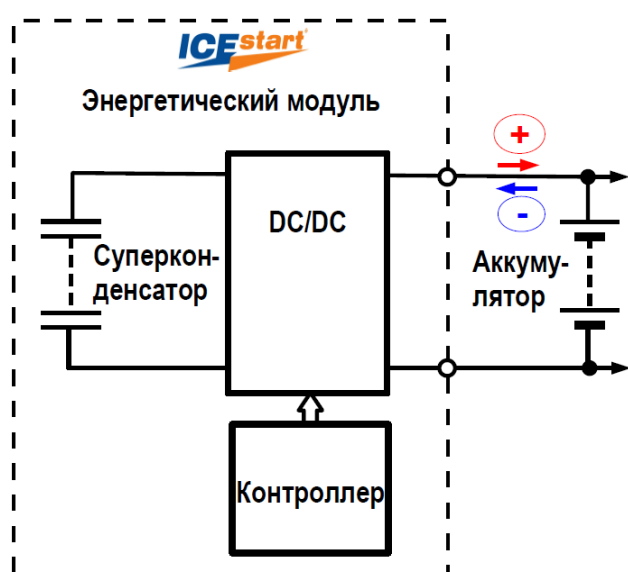

Рис. 1 Блок-схема
Модуль (рис. 1) содержит суперконденсатор, DC/DC преобразователь и контроллер. Суперконденсатор служит для накопления электрической энергии, в отличие от аккумулятора обеспечивает более высокую мощность при меньшем весе и объеме.
- Во время длительной стоянки автомобиля модуль выключен. Включение происходит автоматически после срабатывания любого элемента электрооборудования автомобиля, например, центрального замка. Затем начинается зарядка суперконденсатора, которой соответствует отрицательный ток модуля (направление тока показано на рис. 1 синей стрелкой). После завершения зарядки ток становится равным нулю, — модуль готов к пуску ДВС.
- В момент включения стартера ток модуля положительный (направление тока показано на рис. 1 красной стрелкой), а его величина ограничена так, чтобы стартер не подвергался перегрузкам, но при этом обеспечивал достаточно динамичную раскрутку вала ДВС.